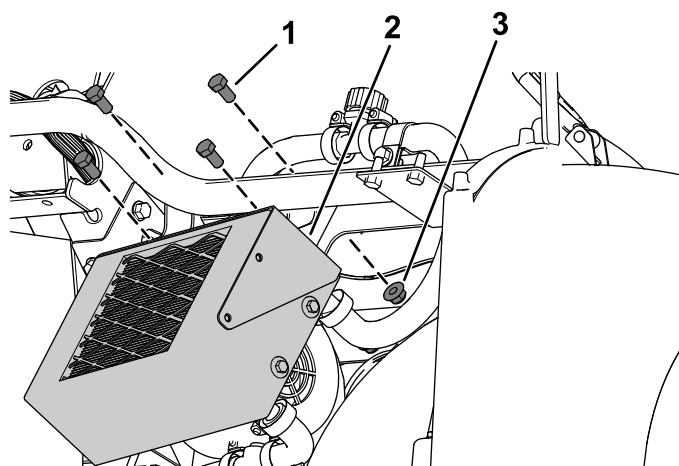

Figura 28
E. Fije el calentador al soporte del calentador con 4 pernos de cabeza hexagonal ($\frac{3}{8}$ " x $\frac{3}{4}$ ") y 4 tuercas con arandela prensada ($\frac{3}{8}$ "), tal y como se muestra en la Figura 28.